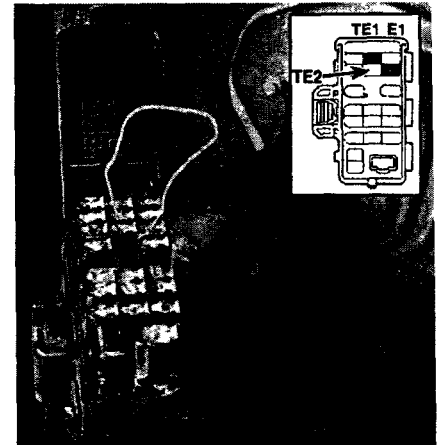

Рис. 34.4. Соединение перемычкой клемм TE1 (T1) и E1 диагностического разъема. При этом сигнальная лампочка передает вспышками коды неисправностей
- 17 Соедините перемычкой гнезда TE1 и E1 диагностического разъема (см. рис. 34.4 и 34.5). **Примечание:** Иногда гнездо TE1 обозначается как T или T1.
29 Убедитесь, что выполнены требования, указанные в Примечании 2 в начале этого параграфа, и перемычка между гнездами TE1 и E1 не установлена (см. рис. 34.4 и 34.5).